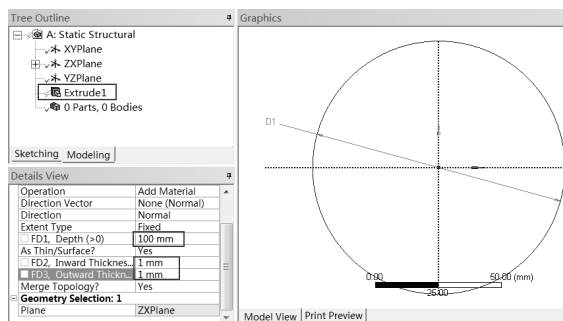

图 14-52 拉伸
Step7: 单击工具栏中的 Extrude 拉伸按钮,如图 14-52 所示,在 Details View 面板中确保 Geometry 栏中的 Sketch1 被选中,在 Depth 栏中输入拉伸长度为 100mm,在 As Thin/Surf 栏中选择 Yes,在 FD2 和 FD3 栏中分别输入 1mm,然后单击工具栏中的 Generate 按钮,生成几何模型。